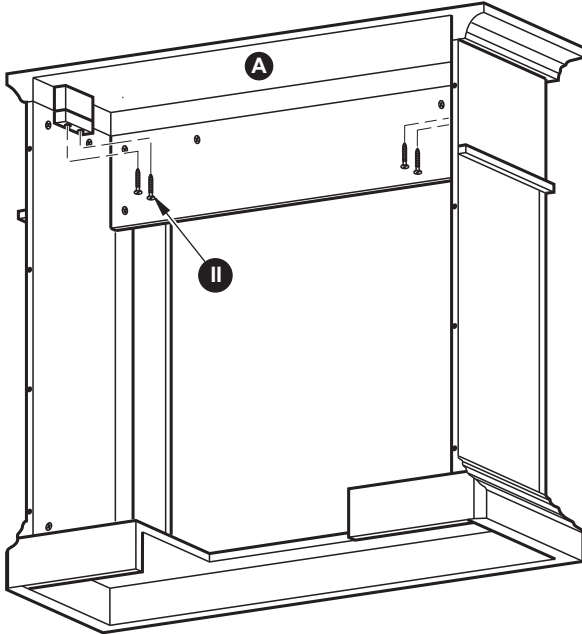

Figura 33
5. Fije los soportes de apoyo de madera unidos a la parte superior del montaje de la repisa a la parte superior (A) con 4) ST4 Tornillo $1 \frac{9}{16}$ " (II) como se muestra en la Figura 33.